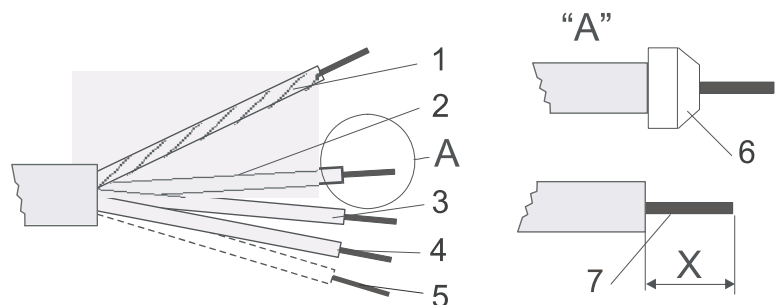

Abb.14 Herrichtung der Leiterenden des Anschlusskabels
- Abisolieren Sie laut Abbildung 14 die einzelnen Adern.
- Verwenden Sie an den abisolierten Leiterenden isolierte Aderendhülsen (6) für L1/U, (L2/V), (L3/W), (N). Vergewissern Sie sich, dass es hier nicht zu einem zufälligen Kontakt kommen kann, da das Anschlusskabel unter Spannung bleiben würde, auch wenn der Hauptschalter ausgeschaltet ist.